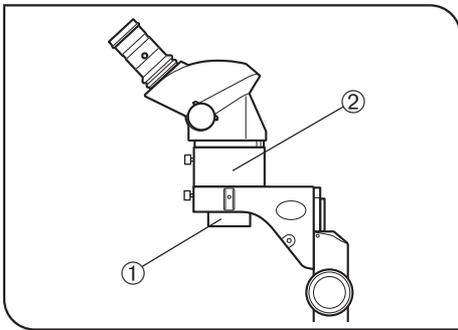

Abb. 1
2. Bei Verwendung des als Zubehör erhältlichen 0,5X-Zusatzobjektivs ① wird das Mikroskop wegen der Hilfsmanschette SZ2-ET ② instabil. Darauf achten, dass das Mikroskop nicht kippt. (Abb. 1)